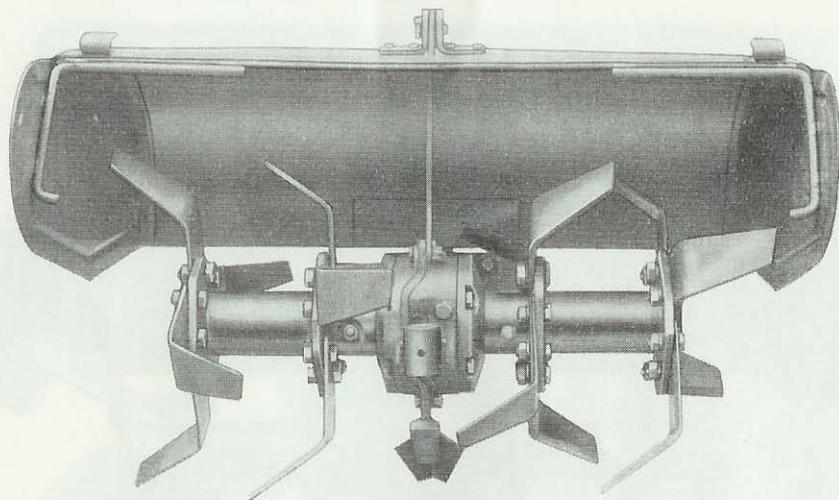

Fig. 6
- 3° accessorio da cm. 77 (fig. 6).
Dalla fresatrice da cm. 58 si passa ad una larghezza di lavoro di cm. 77 aggiungendo l'apposito accessorio (fig. 6) costituito dal carter da cm. 77.